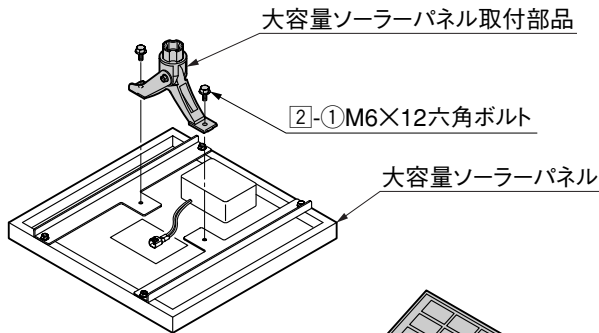

図3-3
- ③ 大容量ソーラーパネル取付金具に大容量ソーラーパネル取付部品は②-①を2本使って組付けてください。(図3-3参照)
- ④ 大容量ソーラーパネルから出ているコネクタとソーラー用電源ケーブルのコネクタを接続してください。